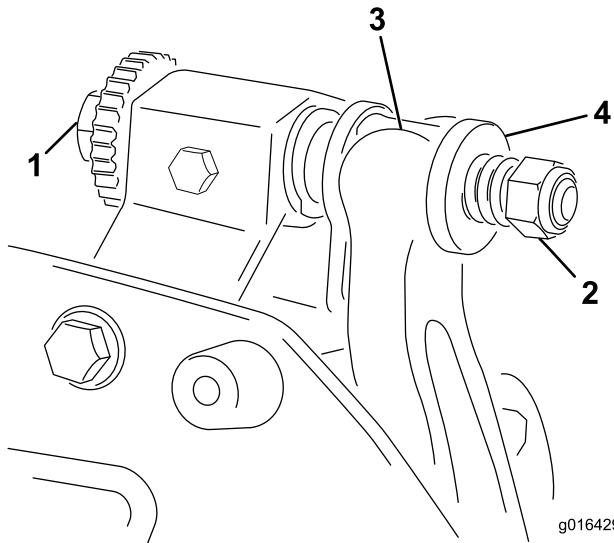

図 17
1. ベッドバー調整ねじを左に回してベッドナイフとリールの接触をなくす図17。
2. スプリングテンションナットをゆるめて、ワッシャがベッドバーを全く押さないようする図17。
- ベッドバー/ベッドナイフアセンブリを取り付け、固定用耳をワッシャーとベッドバー調整ネジ(図17)の間に配置する。